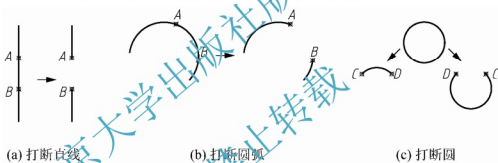

图 4-14 打断命令
选择对象：拾取 A 点(图 4-14(a)、(b))
(2) 打断对象为圆时，按逆时针打断，如图 4-14(c)所示，拾取点的方向是 C→D，C、D 点相对位置不同结果不同。
(3) 若在打断点将对象一分为二，中间没有间隙，可在命令提示“指定第二个打断点或[第一点(F)]:”时，选择“F”，然后拾取第一点，要求指定第二点时输入“@0,0”。另外，也可使用【打断于点】命令。